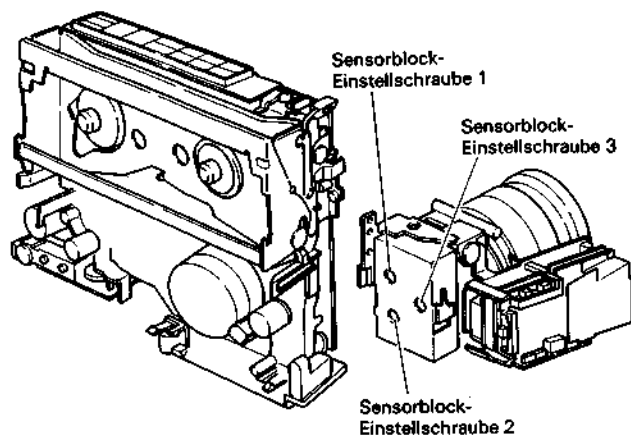

Abb. 4.11 Rückfokus-Einstellung
- Den Kamera-Abschnitt außer Betrieb setzen und gemäß Abb. 4.11 anordnen. (Die zwei (2) Befestigungsschrauben des Kamera- und videorekorder-Abschnittes lösen (siehe Abb. 2.23).)
- Den Kamera-Abschnitt zwei (2) Meter entfernt von der Rückfokus-Tafel aufstellen und das Objekt mit einer Lichtstärke von etwa 100 Lux ausleuchten.
- Den Zoom-Ring auf Weitwinkel und den Fokussierung auf eine Entfernung von zwei (2) Meter einstellen.
- Die drei (3) Sensorblock-Einstellschrauben bis zum Anschlag im Uhrzeigersinn drehen, und diese danach um ca. drei (3) Umdrehungen gegen den Uhrzeigersinn lösen.